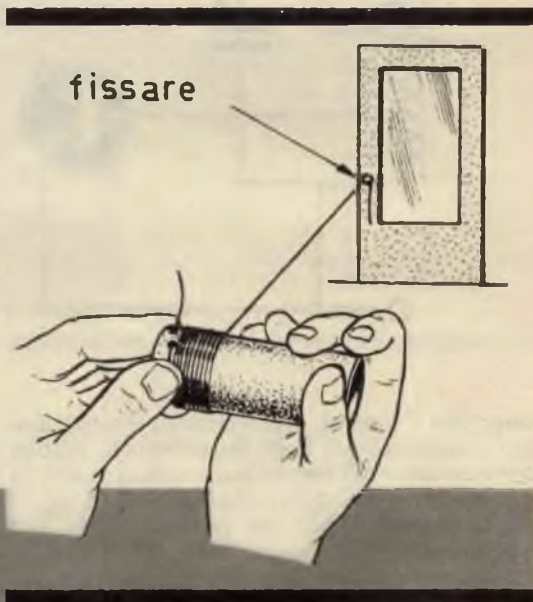

Fig. 2 - Per realizzare l'avvolgimento della bobina conviene sfruttare la maniglia di una pila, con lo scopo di far rimanere teso il filo di rame.
E così dopo aver rapidamente analizzato il semplice circuito teorico del ricevitore, passiamo senz'altro alla sua realizzazione pratica, cominciando con la costruzione della bobina di sintonia. Per realizzare questo componente ci si dovrà fornire di uno spezzone di tubo bachelizzato del diametro, esterno, di 25 mm.; la lunghezza del tubo dovrà essere di 80 mm. circa. Il filo da avvolgere dovrà essere lungo almeno 8 metri; esso è di rame smaltato del diametro di 0,3 mm. L'avvolgimento va fatto nel modo indicato in fig. 2. Sfruttando la maniglia di una porta o di una finestra si fa in modo che il filo rimanga teso durante l'avvolgimento; con le due mani si fa ruotare il cilindro-supporto in modo che le spire risultino compatte. Naturalmente l'avvolgimento non dovrà essere continuo per tutte le 90 spire che lo compongono, perchè si dovranno ricavare le due prese intermedie. La prima presa intermedia (B) va ricavata alla 30ª spira, la seconda presa intermedia va ricavata alla 60ª spira (C). La suddivisione dell'avvolgimento è comunque la seguente: